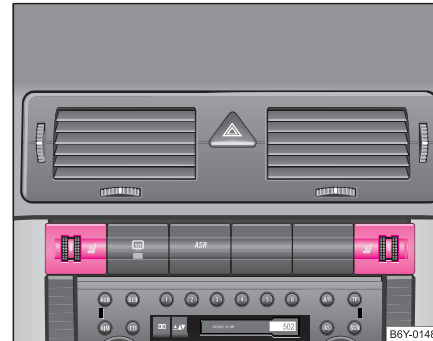

Abb. 50 Schalttafel: Drehregler für Beheizung der Vordersitze
- Durch Drehen des entsprechenden Drehreglers ⇒ Abb. 50 können Sie die Sitzheizung des Fahrer- bzw. Beifahrersitzes einschalten und regulieren. ▶